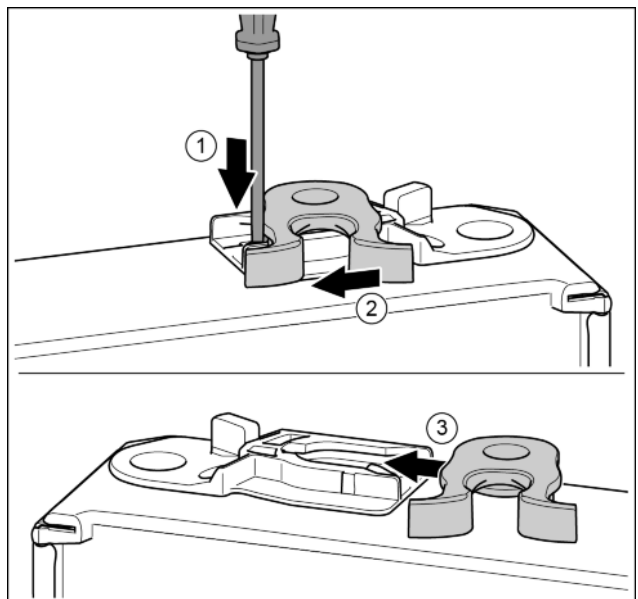

Fig. 18*
- ▶ С плоска отвертка натиснете езичето надолу.* Fig. 18 (1)
- ▶ Извадете затварящата кука от водача.* Fig. 18 (2)
- ▶ Вкарайте затварящата кука във водача от другата страна.* *Fig. 18 (3)*